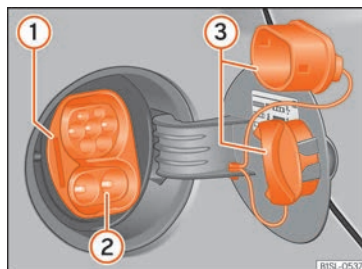

Fig. 153 Darrere de la tapa de la presa de càrrega de la bateria: presa de càrrega (representació esquemàtica).
Llegenda de la » fig. 153
- Amb el vehicle desbloquejat, pressioneu sobre la tapa de la presa de càrrega de la bateria, situada al tauler lateral, per obrir-la » fig. 153.
- Traieu les dues caputxes protectores de la presa de càrrega » fig. 153 ③. Per retirar la caputxa inferior cal retirar primer la superior.
- Endolieu el connector de càrrega a la presa de càrrega » fig. 153 ②.
Durant la càrrega, l'indicador del procés de càrrega » fig. 153 ① batega de color verd. En el quadre d'instruments parpelleja l'indicador de control  de color groc. No desen-dolieu el connector de càrrega.
- Encaixeu les caputxes protectores a la presa de càrrega » fig. 153 ③.